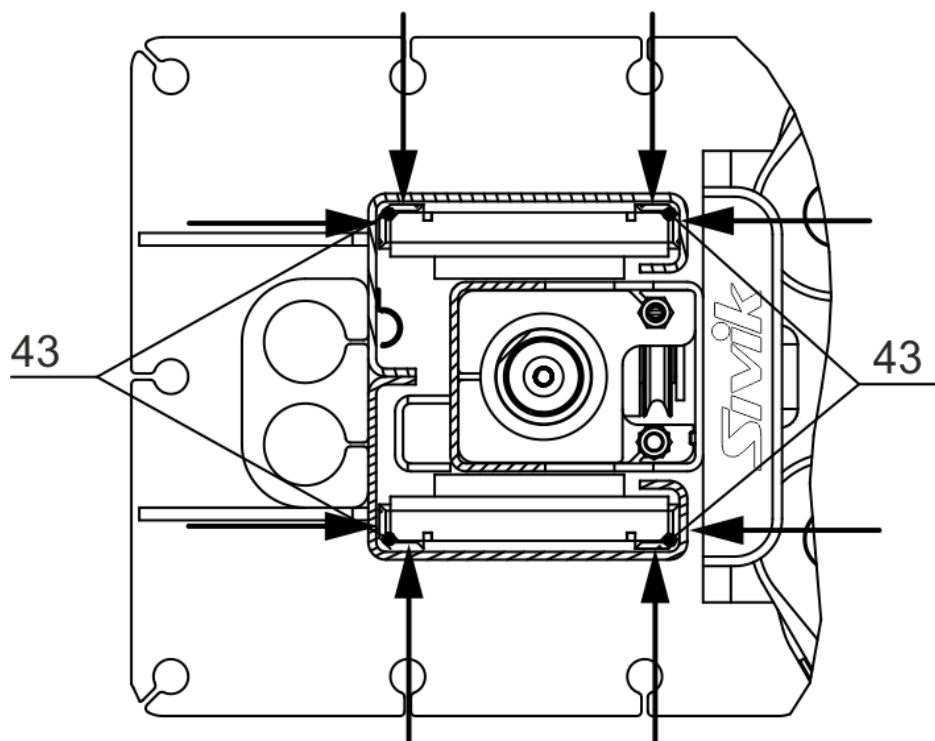

Рисунок 6.8 – Места смазки беговых дорожек (угловая зона 30х30 мм внутри стоек по всей длине)
6.12.2 Установить на перекладину 3 ограничительную дугу 47 (рисунок 6.8) с закрепленными на ней пластинчатыми пружинами 60 и 61.
6.14 Перед началом эксплуатации необходимо тщательно покрыть смазкой Литол-24 беговые дорожки внутри стоек на всем ходе кареток (рисунок 6.8), а также трос системы синхронизации кареток.